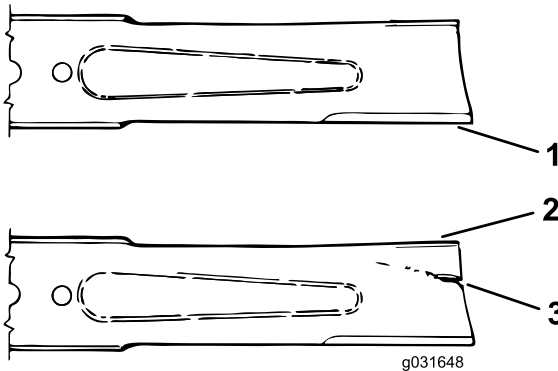

Figura 69
3. Examine cuidadosamente los extremos de corte de la cuchilla, sobre todo en el punto de reunión entre la parte plana y la parte curva de la cuchilla (Figura 69).